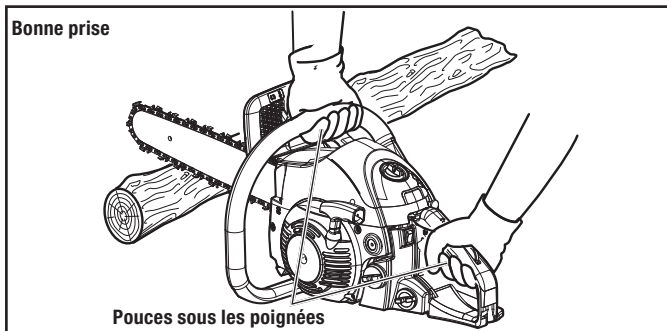

Figure 6
- Encerclez fermement les poignées avec vos pouces et vos doigts (Fig. 6). Cela évitera de perdre le contrôle de la scie à chaîne en cas de rebond. Il est dangereux de saisir les poignées en plaçant les pouces et les doigts du même côté.